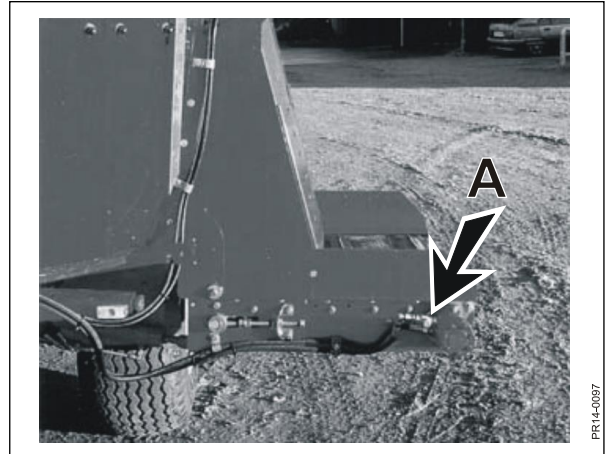

Fig. 3.14
Fig. 3.14 Elevatorens aflæsehastighed justeres på reguleringsventilen (A) ved siden af hydraulikmotoren på siden af elevatoren (eller fjernbetjeningen, hvis monteret).